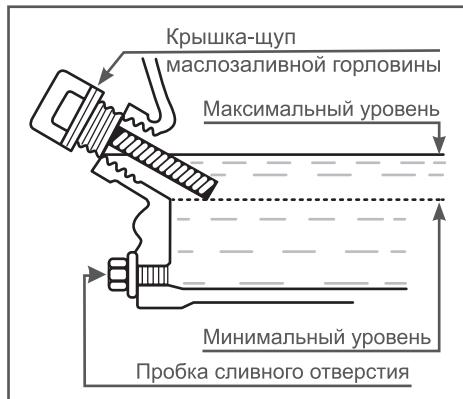

Рис. 5 Проверка уровня масла в картере
Максимальный уровень масла в картере соответствует нижней кромке заливного отверстия (Рис. 5).
- Аккуратно извлеките щуп и осмотрите его. Уровень масла должен соответствовать верхней отметке на щупе. При недостаточном уровне масла в картере необходимо долить чистое масло до верхней отметки на щупе, что соответствует нижней кромке заливного отверстия (Рис. 5).